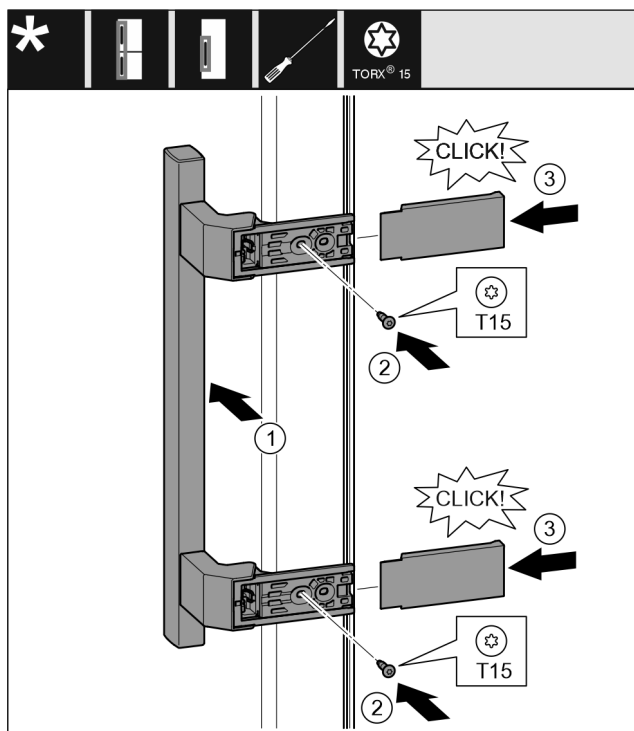

Fig. 12
- Placer la poignée du côté opposé. Fig. 12 (1)
- Serrer les vis au moyen d'un tournevis T15. Fig. 12 (2)
- Placer les recouvrements latéralement et les faire glisser. Fig. 12 (3)